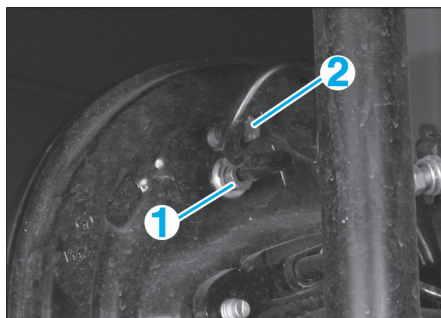

Fig. 11
- Débloquer le raccord de frein (1) (Fig.11).